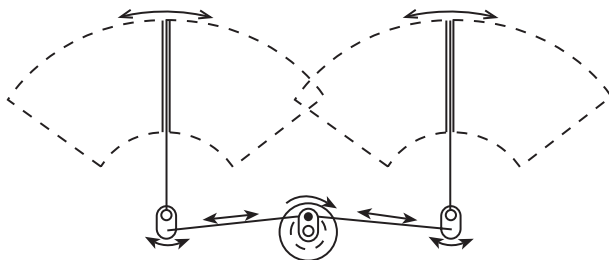

Fig. 4
- Los de dos brazos limpiadores, uno para cada lado del parabrisas, accionado por un solo motor y un sistema de palancas. (Fig. 4)